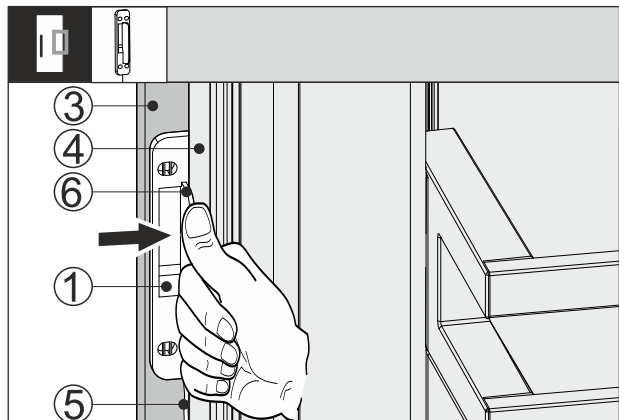

Fig. 66
- ▶ Pārbīdīt klauvējiena sensoru Fig. 66 (1) starp mēbeles priekšējo daļu Fig. 66 (3) un ierīces durvīm Fig. 66 (4), tā ka kabelis Fig. 66 (5) ir mazliet nospriegots. Klauvējiena sensora atduris Fig. 66 (6) piekļaujas pie ierīces durvīm Fig. 66 (4).
- ▶ Piespiediet klauvējiena sensoru Fig. 66 (1) pie mēbeles priekšējās daļas Fig. 66 (3).
- ▷ Klauvējiena sensors Fig. 66 (1) ir pielīmēts. Klauvējiena sensora pielīmēšana optimizē klauvējiena signāla pārraidi.
Klauvējiena sensora Fig. 66 (1) nepārtraukta fiksācija palielina darbmūžu.
- ▶ Pieskrūvējiet klauvējiena sensoru Fig. 66 (1) ar komplektā iekļautajām skrūvēm pie mēbeles priekšējās daļas Fig. 66 (3).